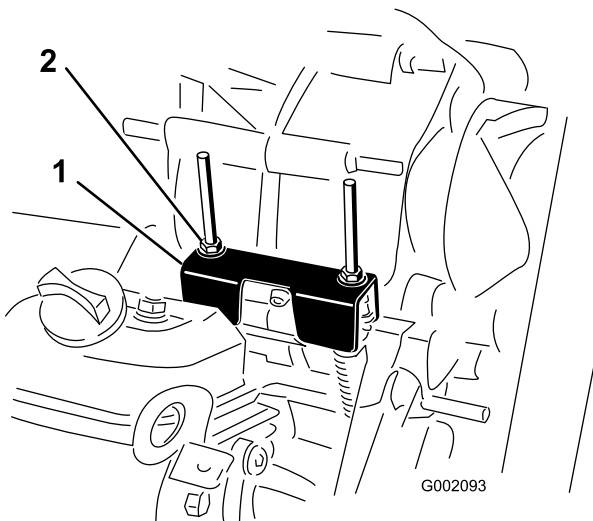

Рисунок 59
При выполнении планового техобслуживания и/или диагностики двигателя трансмиссию необходимо переключить в нейтральное положение (Рисунок 59). Для этого в машине предусмотрено соответствующее (нейтральное) положение рычага переключения передач. Необходимо выполнить следующие действия, чтобы убедиться в правильной работе рычага переключения трансмиссии, когда он находится в нейтральном положении:
2. Убедитесь, что кронштейн нейтрали находится в НЕЙТРАЛЬНОМ положении (на уровне кронштейна крепления троса, расположенного под кронштейном переключения передач), повернув ведомое сцепление (Рисунок 59).
3. Затяните одну из контргаек (Рисунок 59), чтобы получить зазор 0,76-1,52 мм.